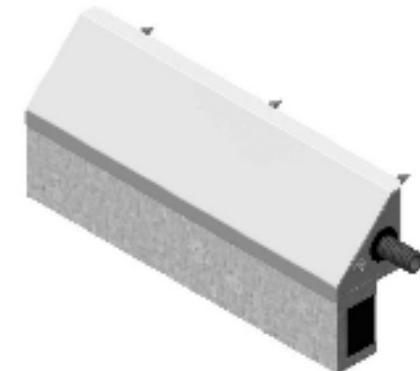

Рисунок 5 – Корпус с монтажным
- MK AL-350FB-M-02 монтажный комплект для крепления корпуса замка на кронштейне и прокладки кабеля в металлокордуке МРПИ-8 или МРПИ-10 (рисунок 5);